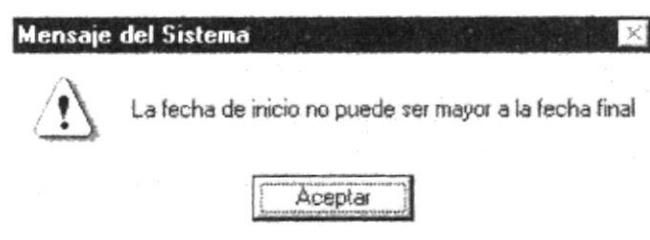

Figura 10.5 Mensaje de error "Fecha final mayor que la fecha inicial"
- Luego haga click dentro del criterio Hasta e ingrese la fecha final tomando en cuenta que esta debe ser mayor o igual que la fecha inicial, en caso contrario el Sistema le presentará el mensaje de la figura 10.5 indicando su error.
- Luego haga click dentro del criterio Hasta e ingrese la fecha final tomando en cuenta que esta debe ser mayor o igual que la fecha inicial, en caso contrario el Sistema le presentará la figura 10.5 indicando su error.